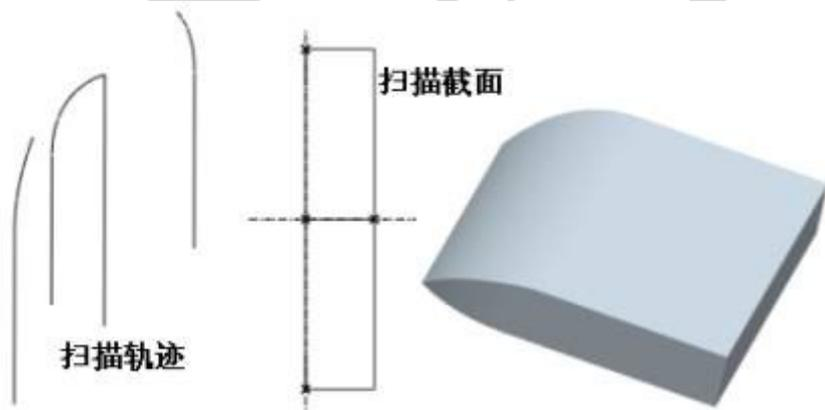

图 9-1 练习 9-1 操作示意图
【练习 9-1】： 打开附盘 “\ch09\9-1.prt”文件，使用【可变剖面扫描】命令建立如图 9-1 所示的模型。
- (1) 单击  按钮，系统进入草绘状态。
- (2) 绘制如图 9-1 所示的矩形剖面。